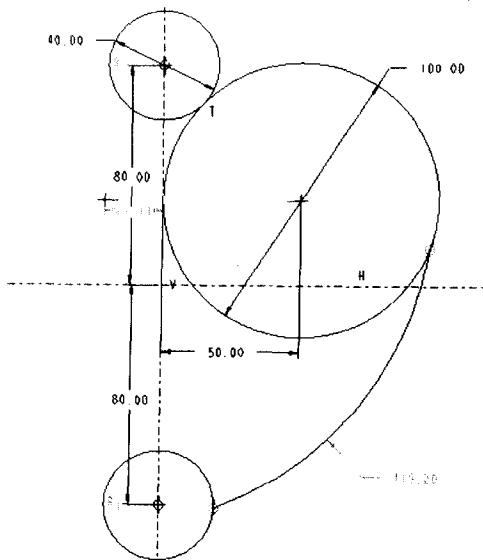

图1-6 绘制圆弧
- (1) 使用右工具箱中的 工具绘制一段圆弧，圆弧的两个端点分别落在前面绘制的第二和第三个圆上，如图 1-6 所示。